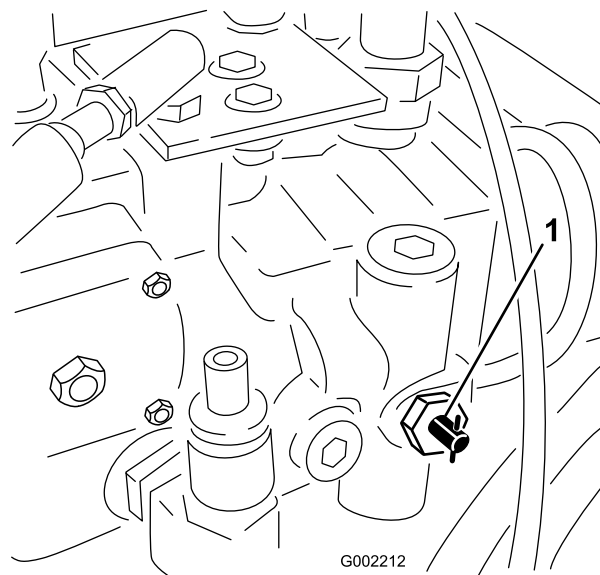

Figure 29
1. Tournez la vanne de remorquage (Figure 29) de 90° dans un sens ou dans l'autre pour l'ouvrir.